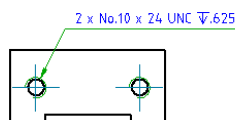

Рис. 4.46. "Виноска" механічного примітиву
**AMNOTE**. В механічній версії створює виноску та приєднує її до примітиву. Виноска складається з лінії, тексту або формули. При приєднанні до механічних об'єктів (отвори, болти і т. ін.) пропонуються стандартні шаблони з бібліотеки. Шаблони можна змінювати та доповняти (рис. 4.46).